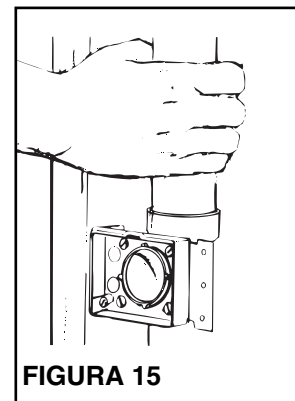

FIGURA 15
12. Véase la Figura 15. Inserte el entubado en el accesorio, girándolo para distribuir igualmente el cemento. Asegúrese de que el entubado se selle firmemente en el accesorio.